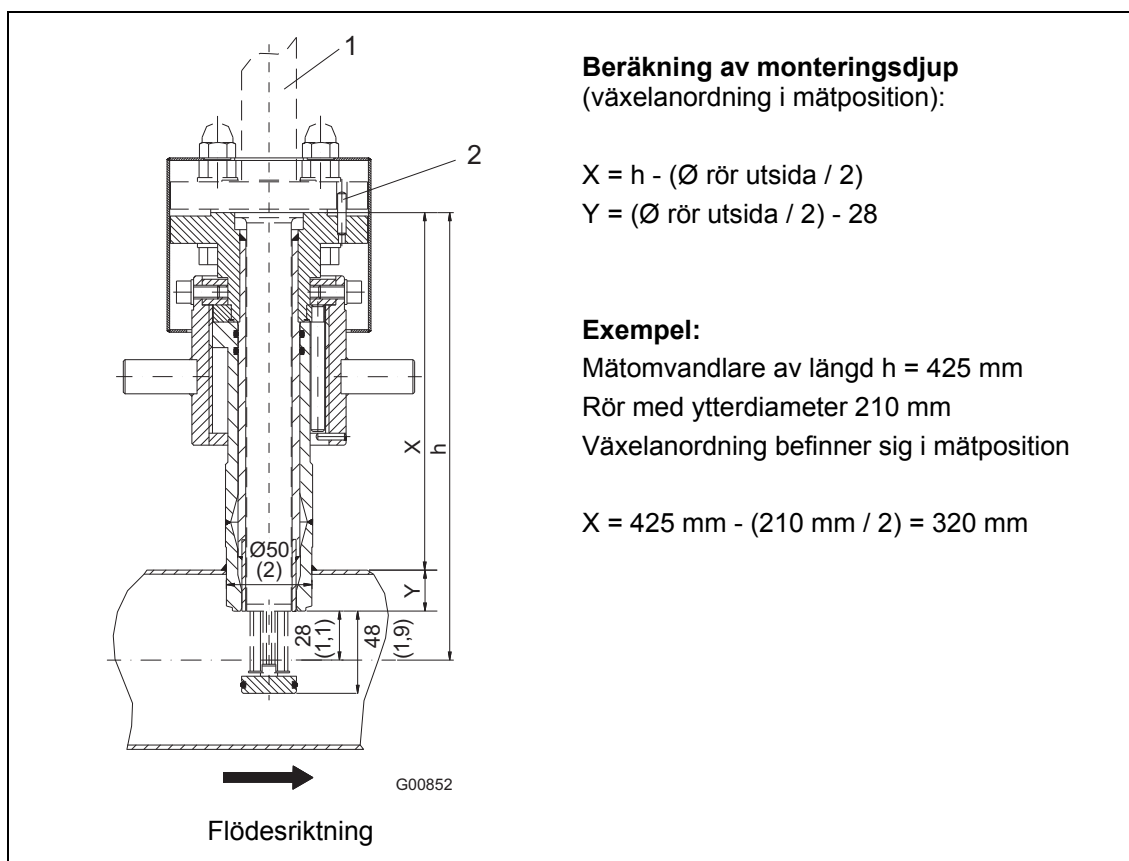

Fig. 12: Måttangivelser i mm (inch) Växelanordning i mätposition
- Adapterns centreringsstift ska stå i flödesriktningen mot röraxeln (utloppssidan, bakom mätstället), se Fig. 12.